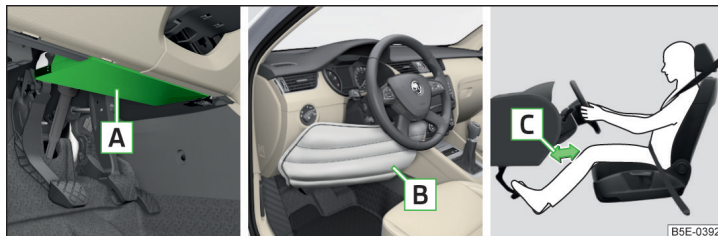

Fig. 10 Locul de amplasare a airbagului / airbag umplut cu gaz / distanța sigură a picioarelor față de planșa de bord
Airbagul pentru genunchi al șoferului **A** este montat în partea inferioară a planșei de bord, sub coloana de direcție » **fig. 10**.
- Reglați longitudinal scaunul șoferului în așa fel, încât distanța de la picioare [C] la planșa de bord să fie de minim 10 cm în zona airbagului pentru genunchi » fig. 10. Dacă, din rațiuni de mărime corporală, nu este posibil să se îndeplinească această condiție, adresați-vă unei unități service specializate.